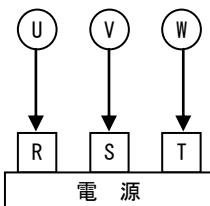

図6 配線接続図（三相電動機の場合）
- (1) 配線は図6（三相電動機の場合）または、電気設備技術基準や内線規程に従って正しく行ってください。